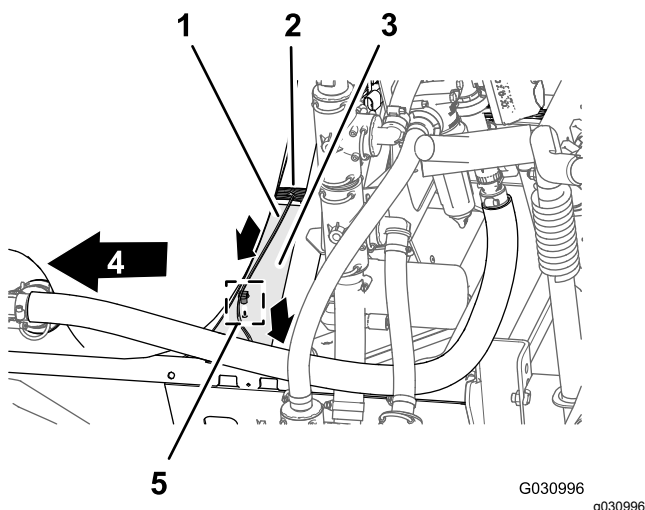

Figura 94
(Figura 94).
2. Inserite il fermo a pressione della diramazione da 86,6 cm del cablaggio preassemblato nel foro del profilato del telaio dell'irroratrice (Figura 94).